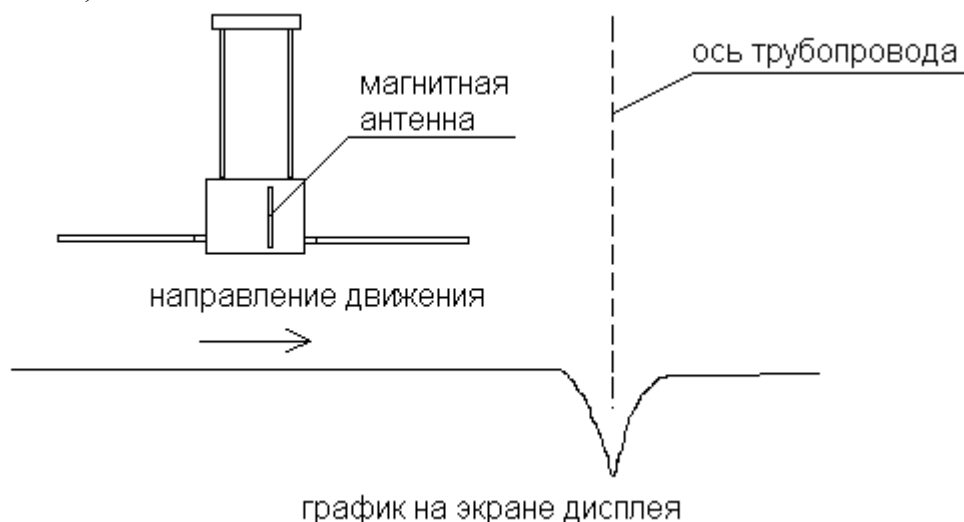

Рисунок 6.1
6.1.2 Отойти с приемным устройством в сторону от оси трубопровода, включить автоматической подстройку усиления, затем двигаться со скоростью не более 0,3-2 м/с в направлении, перпендикулярном предполагаемой оси трубопровода, электрические антенны при этом могут быть в сложенном состоянии. Появление провала на графике дисплея (рисунок 6.1), сопровождающееся звуковым сигналом одного тона, показывает, что оператор прошел над трассой. График изменения сигнала на экране дисплея при движении оператора приведен на рисунке 6.1.
6.1.3 Отключить автоматическую подстройку усиления путем кратковременного нажатия на кнопку управления  и, двигаясь в обратном направлении, отметить точку на поверхности грунта в месте, где имеется минимальное значение принимаемого сигнала на экране дисплея и максимальный уровень громкости сигнала в наушниках. При этом нижний конец магнитной антенны, расположенной под углом 90° к поверхности грунта направлен на ось трубопровода. Расположение магнитных антенн нарисовано на корпусе антенного устройства (Рисунок 6.1).